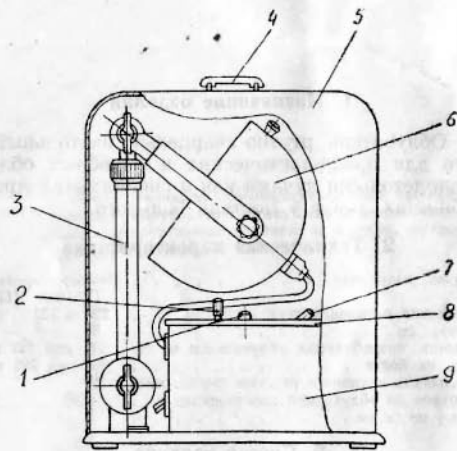

Рис. 1. Общий вид облучателя.
4.1.1. Облучатель (рис. 1) заключен в металлический кожух 5 и снабжен ручкой 4 для переноски. Кожух крепится к основанию четырьмя замками.
- а) снять кожух (см. рис. 1);